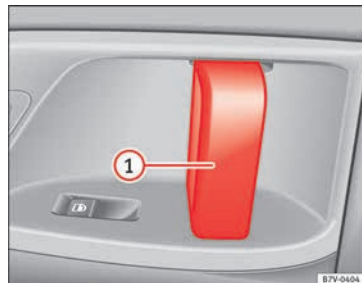

Abb. 135 An der Schiebetür: Türgriff ①.
Schiebetür von innen öffnen.	Bei entriegelter Schiebetür am Innentürgriff ziehen und Schiebetür vollständig aufschieben » Abb. 135 ①